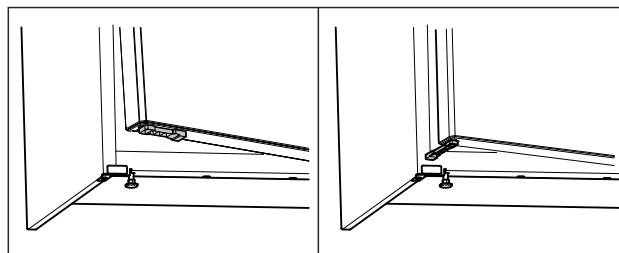

Fig. 70 *
- ▶ Завъртете ограничителя за отваряне на вратата на 90°. (виж Fig. 70) *